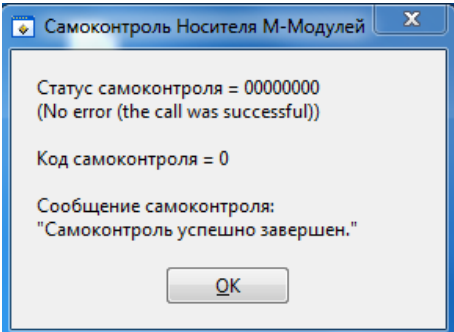

Рисунок 19
9.11.1 В открывшейся панели программы «Носителей мезонинов» появится название установленной в изделии платы управления МВИ-102М. Для проверки работоспособности интерфейсной части изделия МВИ-102М нажмите кнопку «Самоконтроль» управляющей панели. Если после нажатия этой кнопки, появится сообщение об успешном завершении самоконтроля, то интерфейсная часть изделия работоспособна (рисунок 19).